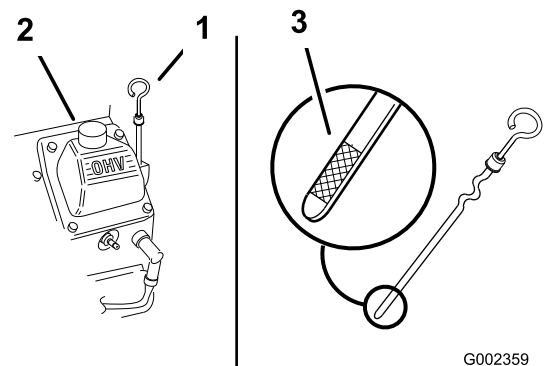

Figure 18
3. Nettoyez la surface autour de la jauge d'huile (Figure 18) pour éviter que des impuretés ne s'introduisent dans le goulot de remplissage, ce qui risquerait d'endommager le moteur.
- Retirez la jauge d'huile et essuyez soigneusement son extrémité (Figure 18).
- Remettez la jauge au fond du tube de remplissage, mais sans la visser (Figure 18).
- Versez avec précaution environ 80 % de la quantité d'huile spécifiée dans le goulot de remplissage (Figure 18)